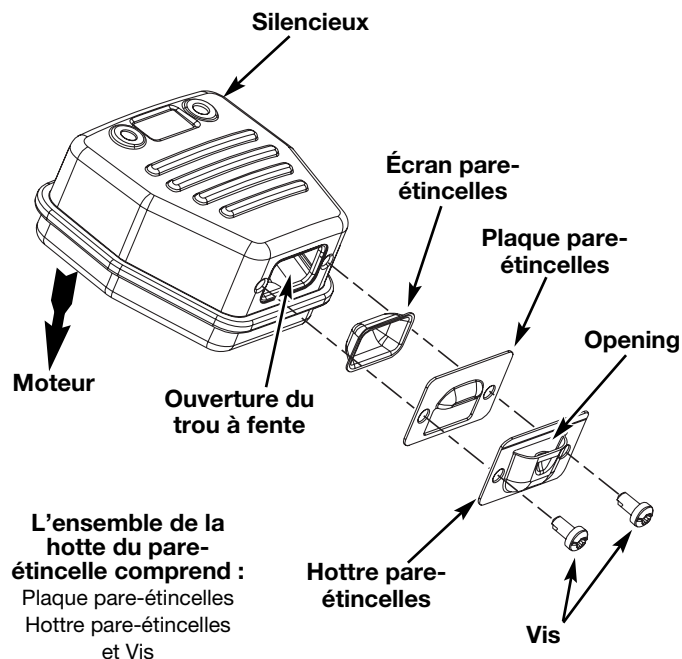

Fig. 26
2. Situez le pot d'échappement sans le retirer. Trouvez les deux (2) vis sur la partie inférieure du pot d'échappement (Fig. 26) Ces deux vis tiennent l'ensemble du déflecteur d'échappement et l'écran pare-étincelles à la partie inférieure du pot d'échappement. Retirez les deux (2) vis en vous servant soit d'un tournevis torx #20 ou d'un tournevis plat.
6. Placez la plaque du pare-étincelle au dessus du pare-étincelles avec le côté « élevé » vers le haut et l'ouverture vers le moteur (Fig. 26).
7. Placez la hotte du pare-étincelle sur la plaque du pare-étincelle avec le côté « élevé » vers le haut et l'ouverture tournée DU COTE OPPOSE au moteur (Fig. 26). Assurez-vous que l'échappement soit bien tourné DU COTE OPPOSE au moteur.